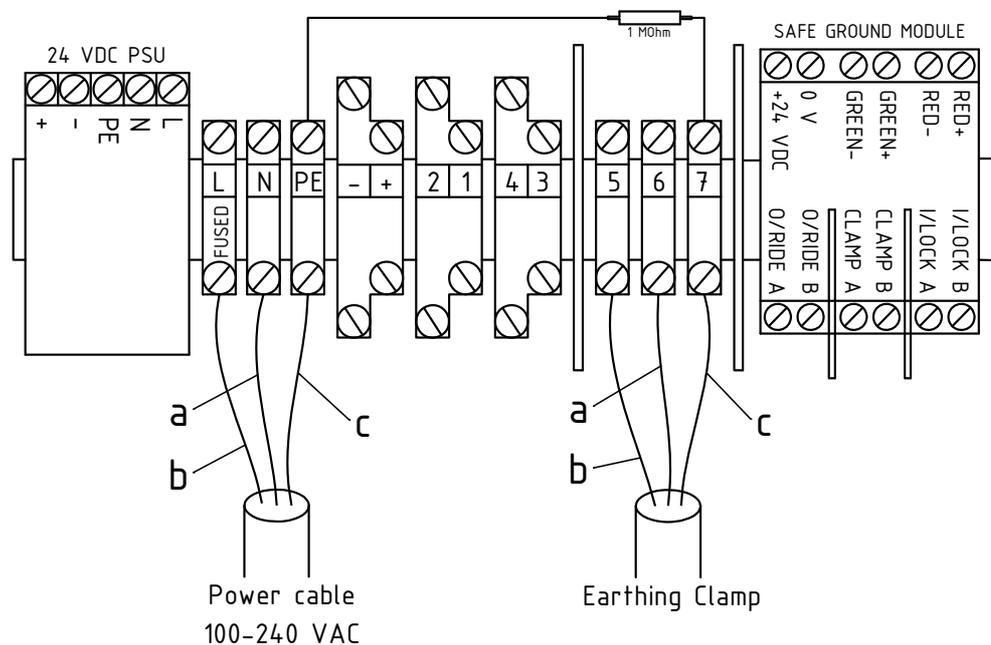
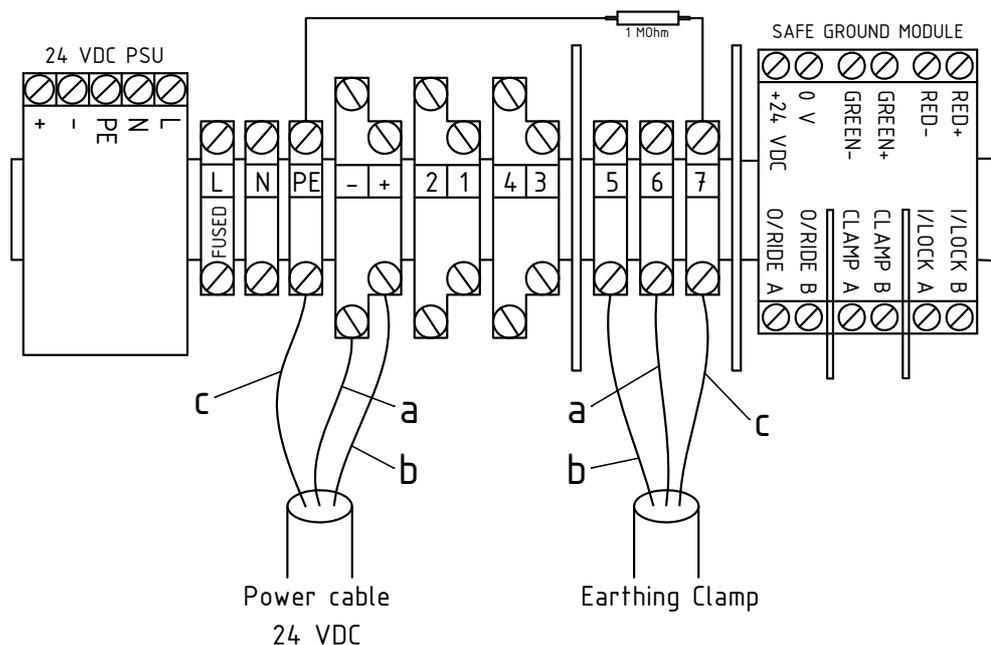

Fig. 6 :
Fig. 7 :
La zone de connexion est accessible une fois que le couvercle du boîtier a été ouvert. Les bornes de connexion pour les contacteurs de mise à la terre se trouvent à droite. Il s'agit là de circuits électriques à sécurité intrinsèque. Les bornes de connexion sans sécurité intrinsèque pour l'alimentation en tension et les contacts de défaut (voir Fig. 6 / Fig. 7) se trouvent du côté gauche. Les lignes de connexion doivent être acheminées dans la zone de connexion de sorte qu'il ne puisse pas se produire de contact entre les lignes avec et sans sécurité intrinsèque, y compris en cas de débranchement d'un fil. À cet effet, les lignes doivent éventuellement être fixées au moyen de serre-câble.
- Introduire le câble et le raccorder conformément à la Fig. 6 / Fig. 7.